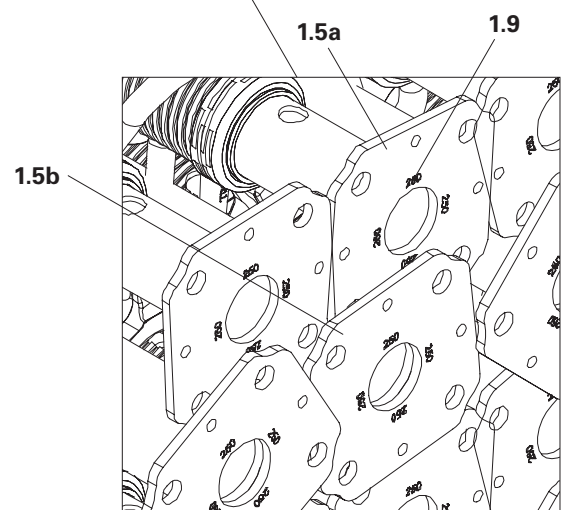

Fig. A5.01a
- **Le piastre terminali dei tubi interni (1.5a) devono trovarsi all'interno delle piastre terminali dei tubi esterni (1.5b). In questo modo il tubo interno non scivola fuori. (Fig. A5.01a)**
(Fig. A5.01a)